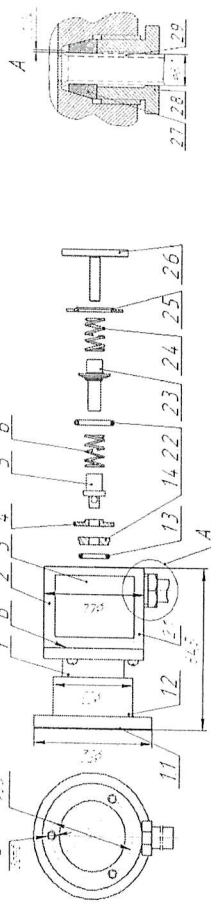

Рисунок 2. Клапан Е
В комплект поставки входит (см. рис.2):
Для удобства монтажа и обслуживания клапан Е (рис.2) разделяется на два функциональных узла: ловитель (1), цоколь (2), и детали рабочего клапана: шайба уплотнительная (4) шток (5), пружина (6). Ловитель и детали рабочего клапана доступны для обслуживания и замены при отделении ловителя от цоколя.
Для удобства монтажа и обслуживания клапан Е (рис.2) разделяется на два функциональных узла: ловитель (1), цоколь (2), и детали рабочего клапана: шайба уплотнительная (4) шток (5), пружина (6). Детали рабочего клапана доступны для обслуживания и замены при отделении ловителя от цоколя.
5.2 На вводную трубку одеть резьбовую и конусную полимерную втулку и вмонтировать в резьбовое отверстие цоколя клапана в соответствии с рис. 2 – вид А. Вводную трубку встроить в соответствующую клапану магистраль подачи медицинских газов или создания вакуума. В резьбовое отверстие цоколя может быть вмонтирована непосредственно трубка магистрали подачи медицинских газов или создания вакуума, если она имеет размеры, соответствующие входной трубке. При этом её необходимо предварительно снабдить конусной и резьбовой втулками, как указано для входной трубки, а её торец перед монтажом в цоколь развальцевать в соответствии с рисунком 2 – вид А.
- отсоединить ловитель от цоколя, вывернув три винта М4, извлечь детали рабочего клапана, а также уплотнитель штуцера и фланец (4, 5, 6, 1.3 и 1.4 – рис.2). После выполнения этой операции клапан обслуживания, расположенный в корпусе цоколя, герметизирует магистраль подачи медицинского газа и давление в ней может быть доведено до рабочего значения выбранного пользователем для этой магистрали;